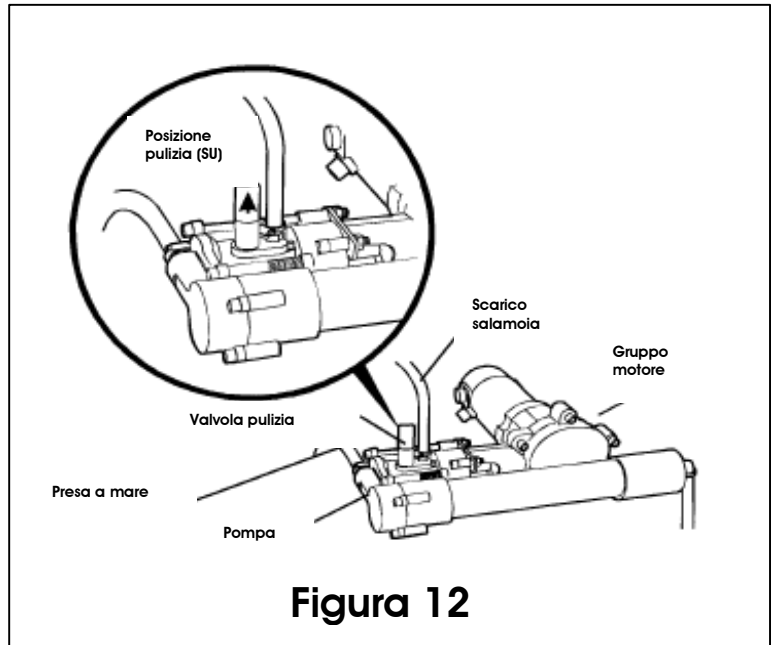

Figura 12
1. Tirate la leva della valvola di "Pulizia/Funzione" "Clean" o "Up" (si veda **Figura 12**).
1. Girate la leva della valvola di "Pulizia/Funzionamento" (Clean/Run) sulla pompa nella posizione "Clean" (si veda **Figura 12**).